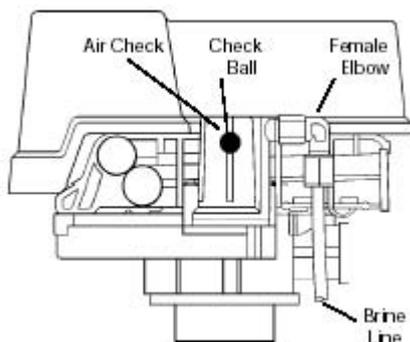

图7 255 控制阀
b. 小心逆时针旋转指示钮到“FAST RINSE/REFILL”的中间位, 直到盐杯 (图 7) 充满水并有水从中通过吸盐管流到盐箱。整个过程不要超过两分钟。